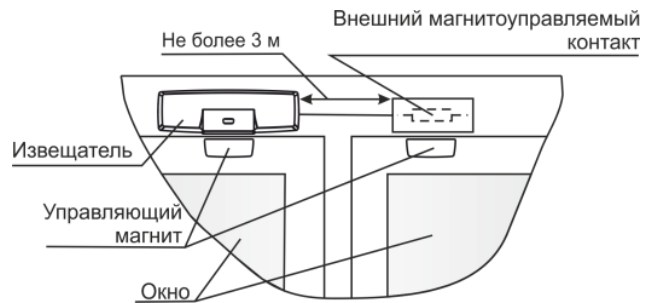

Рисунок 4
8.1.3 Вариант размещения извещателя на окне (рисунок 4)
- Для контроля **встроенного и внешних** магнитоуправляемых контактов (рисунок 4) установить переключатель на вилку **Ext**.